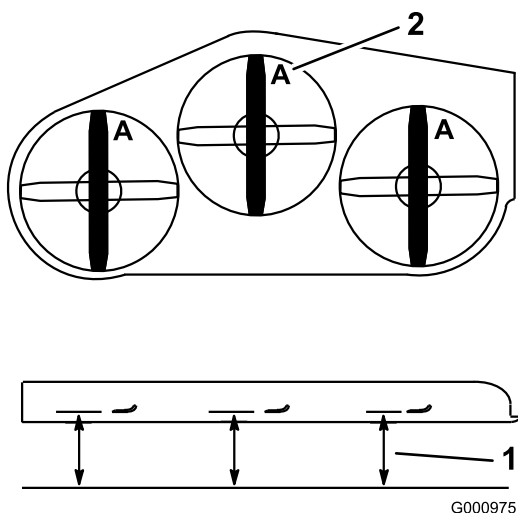

Figura 65
2. Mida desde una superficie nivelada hasta el filo de corte, posición **A**, de las cuchillas (Figura 65).